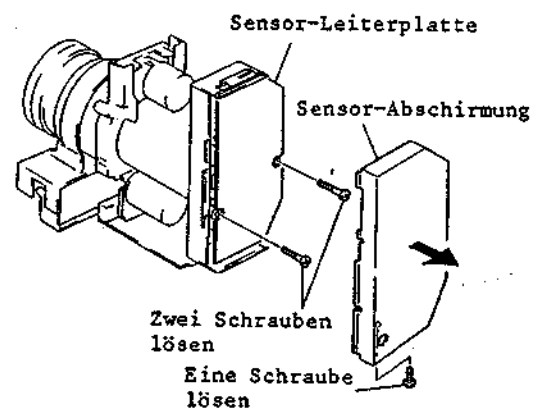

Abb. 2-29 Ausbau der Sensor-Leiterplatte
5. Eine (1) Befestigungsschraube der Sensor-Abschirmung lösen (siehe Abb. 2-29).